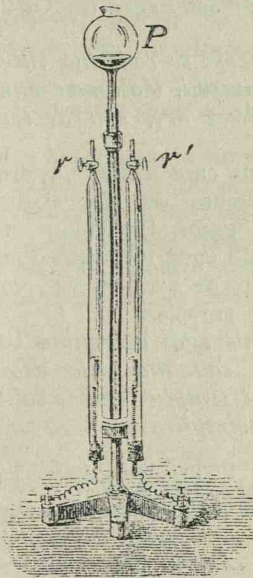

Fig. 78. Voltametrul lui Hofmann pentru electroliza acidului clorhidric.
**Electroliza acidului clorhidric** se face în *voltametrul Hofmann*, fig. 78. Electrozii de *platin* care ar fi atacați de clor sunt înlocuiți în acest caz prin electrozi de *cărbune de retortă*.